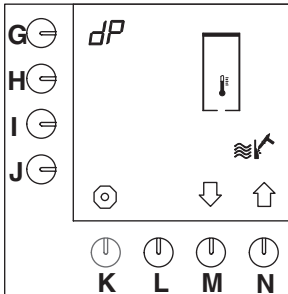

Fig. 21 Start av rensprogrammet, varmtvannssystemet
- Renseprogrammet vises på displayet (fig.21).